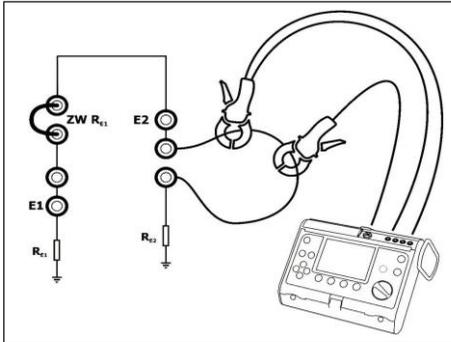

Fig. 11. Conexión del medidor.
- conectar el medidor de la resistencia de las tomas de tierra (MRU-XXX) según la Fig. 11,